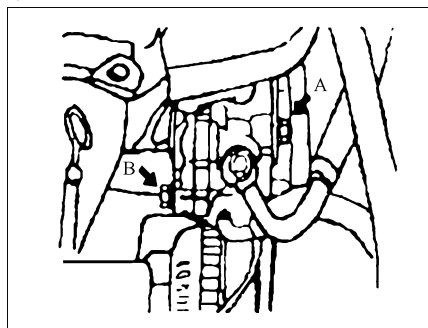

图 2-4 调整张紧度
- ① 如图 2-4 所示,拧松动力转向油泵固定螺栓(A、B)。